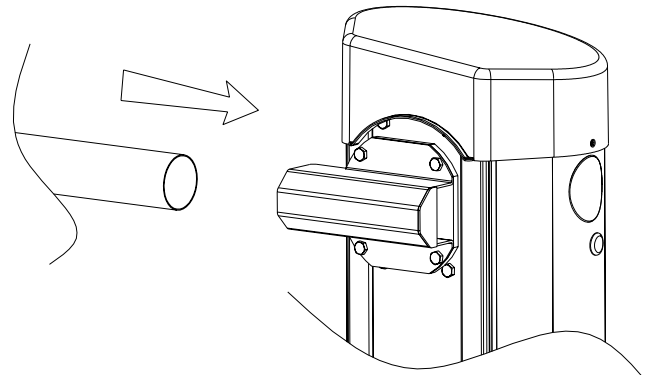

Рис. 6
- Вставить планку, стороной без пробки, в скобу до упора. Вывести до упора и завинтить до упора винты М8 (4шт) (Рис.6)